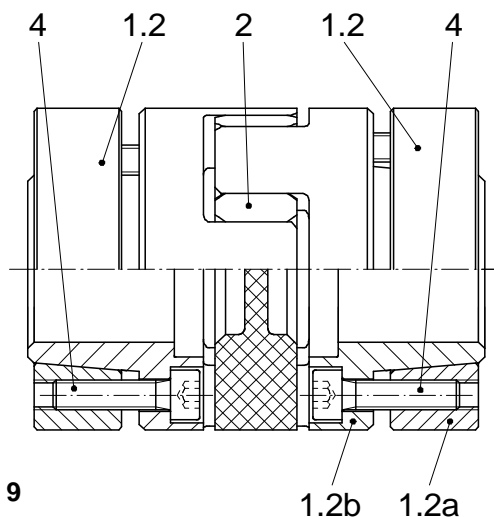

Bild 9
Type 940_11_ (Bild 9)
- Alle Spannschrauben (4) um einige Gewindegänge lösen.
- Spannschrauben (4) in Stufen gleichmäßig anziehen, somit wird zwangsläufig der Spannring (1.2b) von der Spannringnabe (1.2a) gelöst (Bild 9).